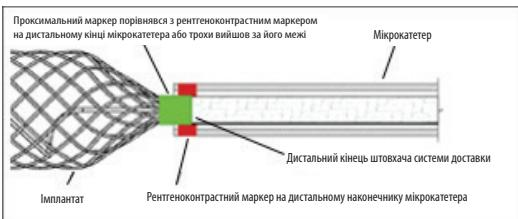

Рисунок 6. Положення маркерних смужок перед від'єднанням
- Під флюороскопічним контролем напрямку повільно просуньте імплантат за межі наконечника катетера. Продовжуйте просувати імплантат до потрібної ділянки, щоб рентгеноконтрастний маркер на проксимальному кінці імплантату порівнявся з рентгеноконтрастним маркером на дистальному кінці катетера або трохи вищов за його межі, розташовуючи ділянку від'єднання безпосередньо поза наконечником катетера. Див. рисунок 6. За необхідності змініть положення. Якщо розмір імплантату не підходить, вийміть пристрій та замініть на інший. Якщо після розміщення та перед від'єднанням імплантату рентгеноскопічно виявле небажаний рух імплантату, виділіть імплантат і замініть його на інший, який матиме більші відповідні розміри. Рух імплантату вказує на ризик його зміщення після від'єднання. **Не обертайте штовхач під час або після доставки імплантату в судинну систему. Обертання штовхача може привести до пошкодження імплантату або його передчасного від'єднання від штовхача, що може спричинити зміщення імплантату. Крім того, слід провести ангіографічну оцінку перед від'єднанням, щоб переконатися, що імплантат не зачіпає нецільові судини.**